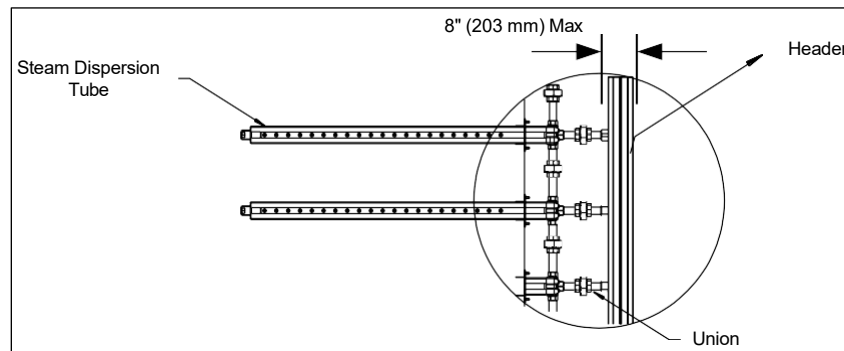

Ilustración 7 - Vapor Encabezamiento con la Unión
- Para sistemas multitubulares, utilice una unión del tamaño adecuado para conectar el cabezal de vapor a los distribuidores de vapor. Consulte la Ilustración 7 - Cabezal de vapor con unión . La distancia entre el cabezal y el puerto de entrada del distribuidor de vapor no debe superar los 203 mm (8"). Tanto el cabezal como los puertos del distribuidor de vapor deben estar alineados. No se pueden utilizar codos para la conexión.